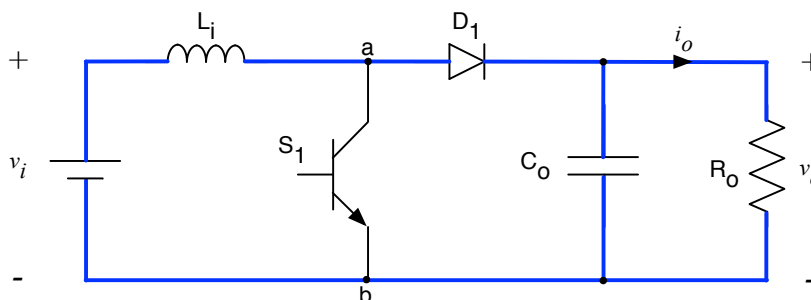

Figura 14 – Segunda etapa de operação do conversor Boost.
- Segunda etapa ($D \cdot T_s$ até T_s) - o interruptor S_1 está bloqueado, isto é, aberto e o diodo D_1 está conduzindo. A tensão após o interruptor (v_{ab}) é igual a tensão de saída v_o . A corrente no indutor L_1 desce, ou seja, a energia armazenada no mesmo é transferida para a saída (C_o e R_o). Esta etapa é mostrada na Figura 14.